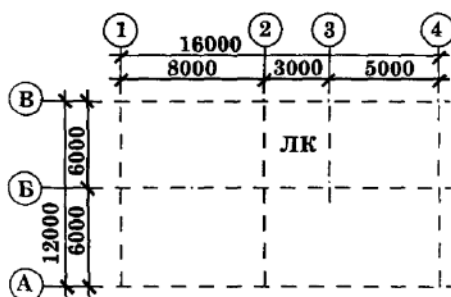

Рис. 1
2. Визначте несучий остов будівлі, який утворюють всі капітальні стіни (внутрішні і зовнішні, поздовжні і поперечні) і які забезпечують міцність, жорсткість і стійкість будівлі в цілому. Накресліть ескіз несучого остову в плані, положення кожної стіни визначте координаційною віссю, підрахуйте відстань між сусідніми осями, присвойте їм цифрові і буквені позначення (рис. 1)